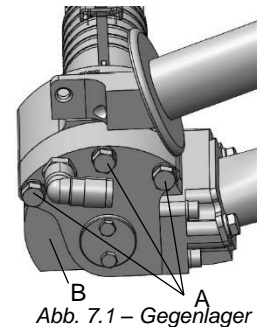
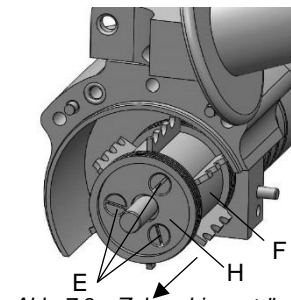

Abb. 7.1 – Gegenlager
Abb. 7.3 – Zahnschienenträger
- 2) Schrauben (A) lösen und Gegenlager (B) demontieren, s. Abb. 7.1.
- 3) Zahnschienenträger (F) herausziehen
und Schlitzschrauben (E) und Deckscheibe (H) lösen, s. Abb. 7.3.
- 4) Zahnschienen (G) nach vorne herausziehen und